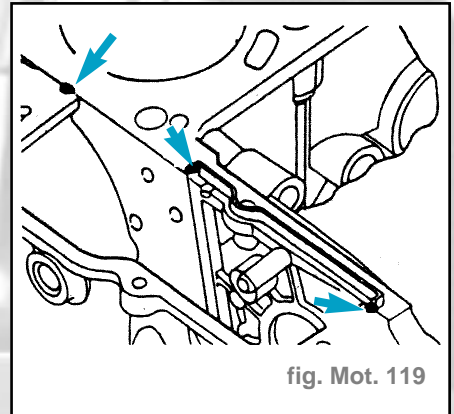

fig. Mot. 119
- Remplacer le bouchon d'étanchéité sur le support de la pompe d'injection (fig. Mot. 119).